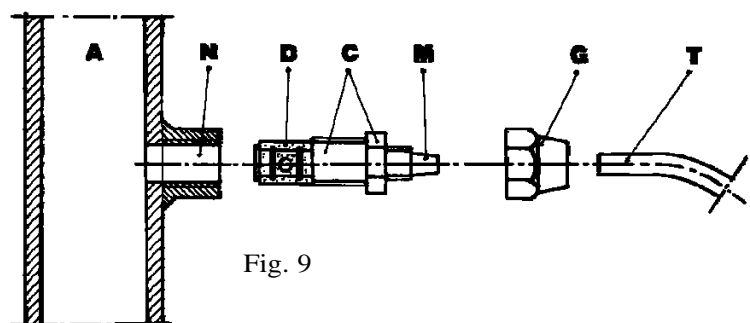

Fig. 9
h. Applicare sulla condotta dell'impianto da trattare, nel punto più idoneo per effettuare l'iniezione del prodotto da dosare, un raccordo da 3/8" gas femmina. Tale raccordo è escluso dalla fornitura. Avvitare la valvola di iniezione nel raccordo utilizzando come guarnizione del Nastro Teflon® (Fig. 9.) Connettere il tubetto all'attacco conico per tubetto e bloccarlo con l'apposita ghiera G. La valvola di iniezione è anche valvola di non ritorno.
(fig.9)